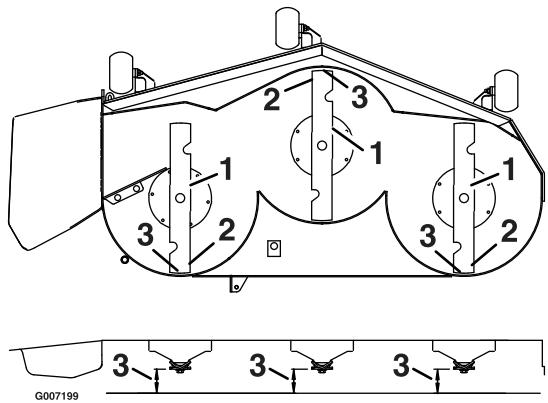

Figura 63
- Gire cuidadosamente las cuchillas colocándolas en el sentido de avance de la máquina (Figura 63).
- Mida entre la punta de la cuchilla delantera y la superficie plana y entre la punta de la cuchilla trasera y la superficie plana (Figura 63).